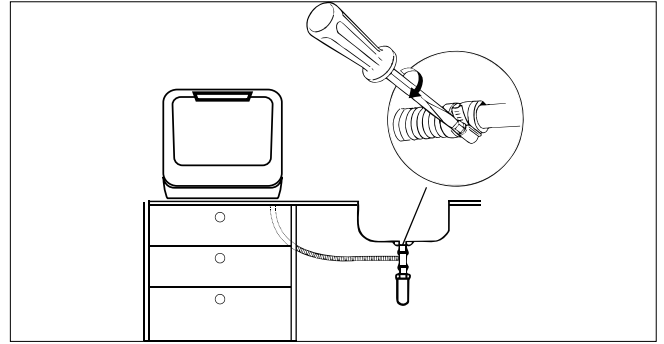

Fig. 9 – Conexión segura de la manguera
- ▶ Fije el extremo de la manguera de modo que esta no pueda deslizarse (véase Fig. 9).